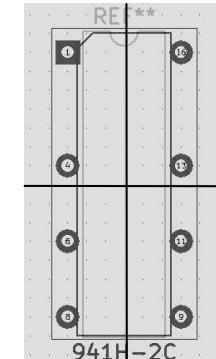

図 14-5
## (4) フットプリント編集 右図 14-5
① グリッドを 1.2700mm(50.00mils) にします。
② パッド 2, 3, 5, 7, 10, 12, 14, 15 を削除します。ショートカット[Del]
③ 右ツールバー 「フットプリントのアンカー（基準点）を配置」を選択しアンカーポイントをフットプリントの中央に設定します。
④ アンカーポイントを相対座標原点(dx=0,dy=0)とします。